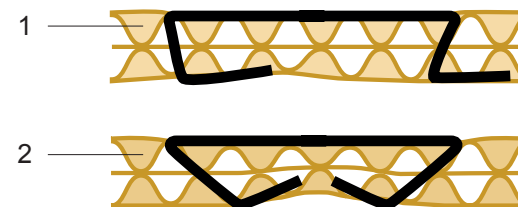

Fig. 9
Chaque pince d'agrafage est soigneusement vérifiée avant la livraison. En raison d'une utilisation peu soignée au cours de l'utilisation, il est possible que l'enclume doive à nouveau être ajustée. Un agrafage incorrect (Fig. 9/1) peut alors survenir.
- Lorsque l'enclume est correctement ajustée, l'agrafage doit avoir la même allure que la Fig. 9/2.